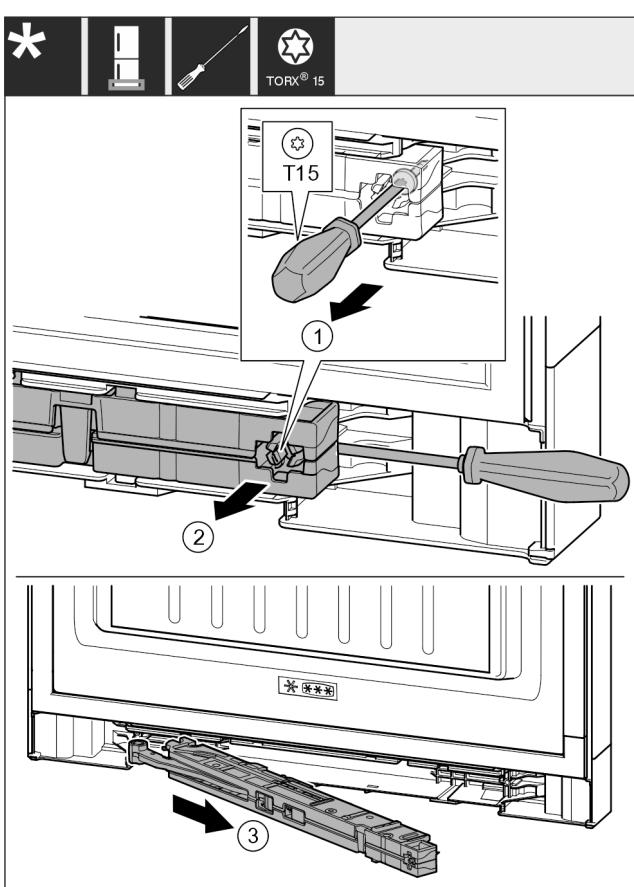

Fig. 17
- Odvijačem T15 otpustite vjak na jedinici prigušivača zatvaranja oko 14 mm. Fig. 17 (1)
- Odvijač gurnite na strani prianjanja iza jedinice prigušivača zatvaranja. Okrenite jedinicu prema naprijed. Fig. 17 (2)
- Izvucite jedinicu. Fig. 17 (3)